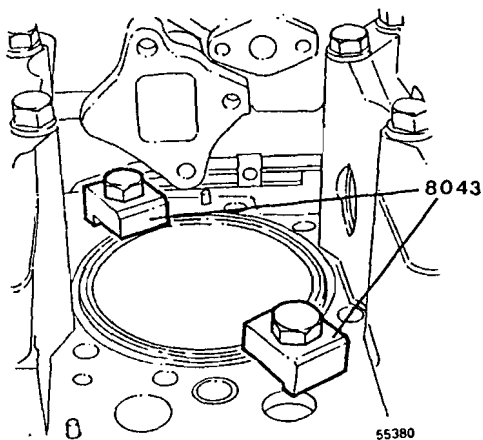

Fig. 45
- 14 Montar dos herramientas 8043 para sujetar la camisa en su posición dentro del bloque, ver fig. 45.